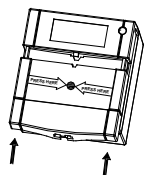

Fig. 7: Återställning av manöverelement
8. Kläm fast framsidan på botten (se fig. 7).